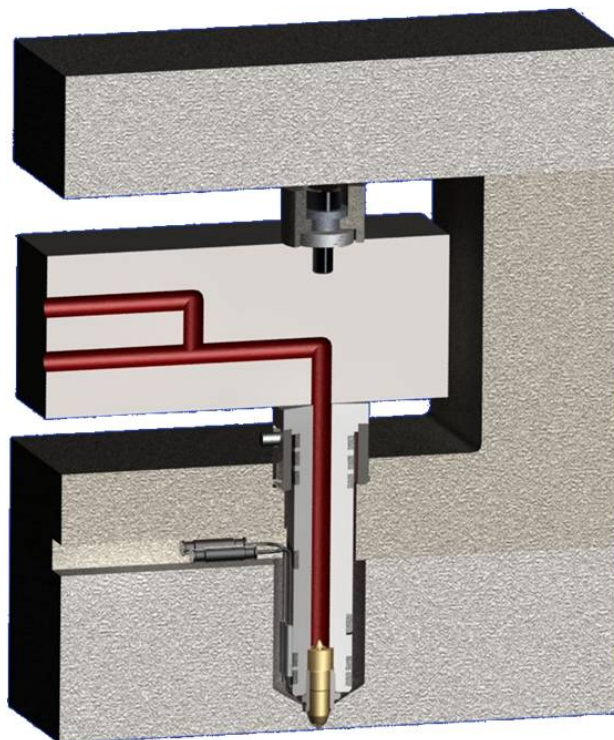

Figura 3. Sistema de câmara quente com manifold sobreposto aos bicos de injeção.
2.2.1 Instalação de câmara quente sobreposto aos bicos de injeção (Figura 3):